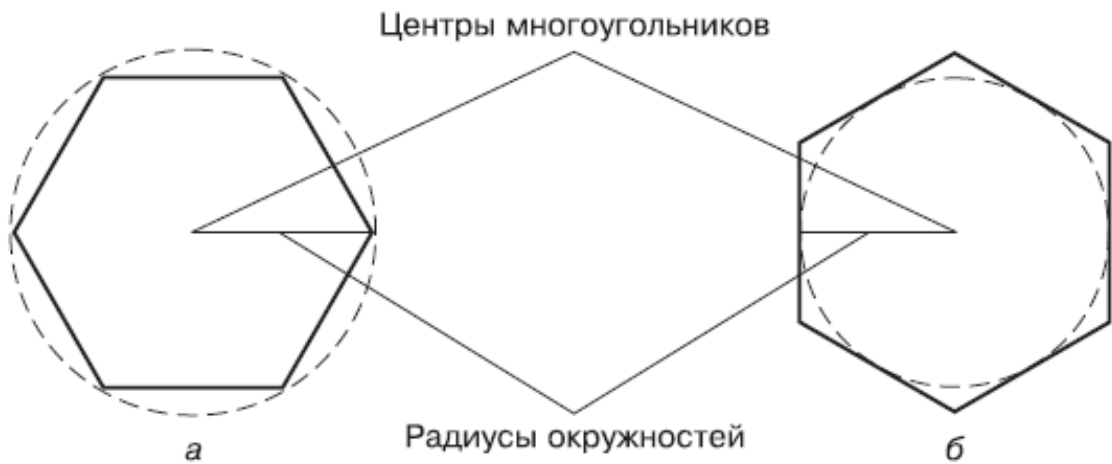

Рис. 2.14. Построение многоугольника и окружности, описанной около него (**а**) и вписанной в него (**б**)
- Параметр **Inscribed in circle** позволяет сформировать многоугольник, указав радиус мнимой окружности, описанной около него, то есть окружности, проходящей через все вершины многоугольника (рис. 2.14, а).
- Выбрав параметр *Circumscribed about circle*, вы сможете создать многоугольник, указав радиус окружности, вписанной в многоугольник, для которой все стороны многоугольника будут являться касательными (рис. 2.14, б).